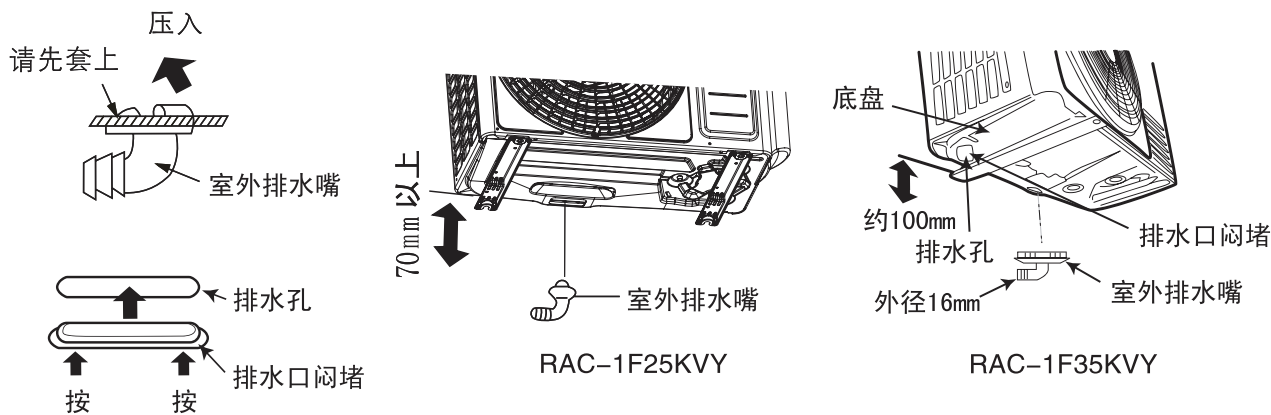

图14
- 2 请将机体在安装后，按图14 所示将室外机附件中的室外排水嘴安装在排水孔中。